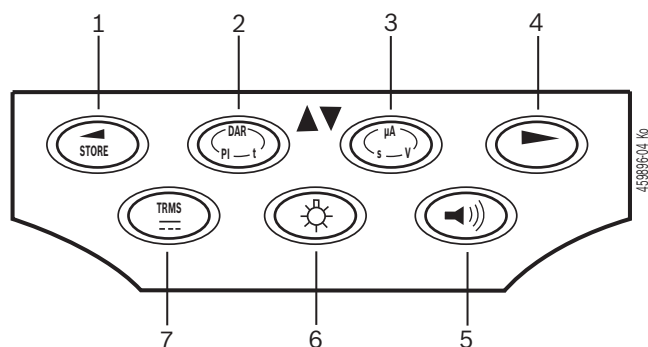
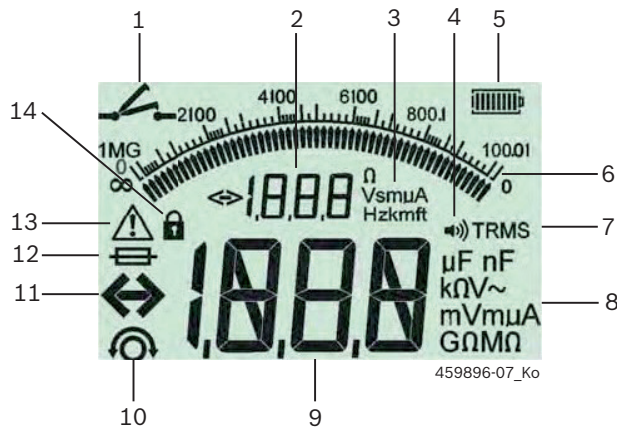
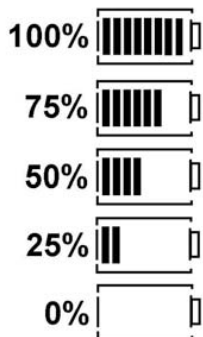

Fig. 3: Funktionstaster FSA 050
Fig. 5: LCD-display
Fig. 6: Ladetilstand batterier
LCD-displayets baggrundsbelysning (fig. 3, pos. 6) kan vælges, når FAS 050 er tændt. Baggrundsbelysningen slukker automatisk efter 20 sekunder.
Summeren (fig. 3, pos. 5) kan aktiveres til gennemgangsmålingen. Symbolet vises på LCD-displayet (fig. 5, pos. 4).
- 7 Symbol for TRMS (AC)
Batteriernes aktuelle ladetilstand vises altid på LCD-displayet (fig. 5, pos. 5). Antallet af bjælker viser batteriernes ladetilstand i procent (fig. 6)
Symbolet for en defekt sikring (fig. 5, pos. 12) blinker på LCD-displayet, når den interne sikring i FSA 050 er sprunget efter en overbelastning.
Ved kommunikation via Bluetooth vises **bt** (fig. 5, pos. 2) i ca. et sekund på LCD-displayet efter tryk på udvalgstasten ► (fig. 3, pos. 4).